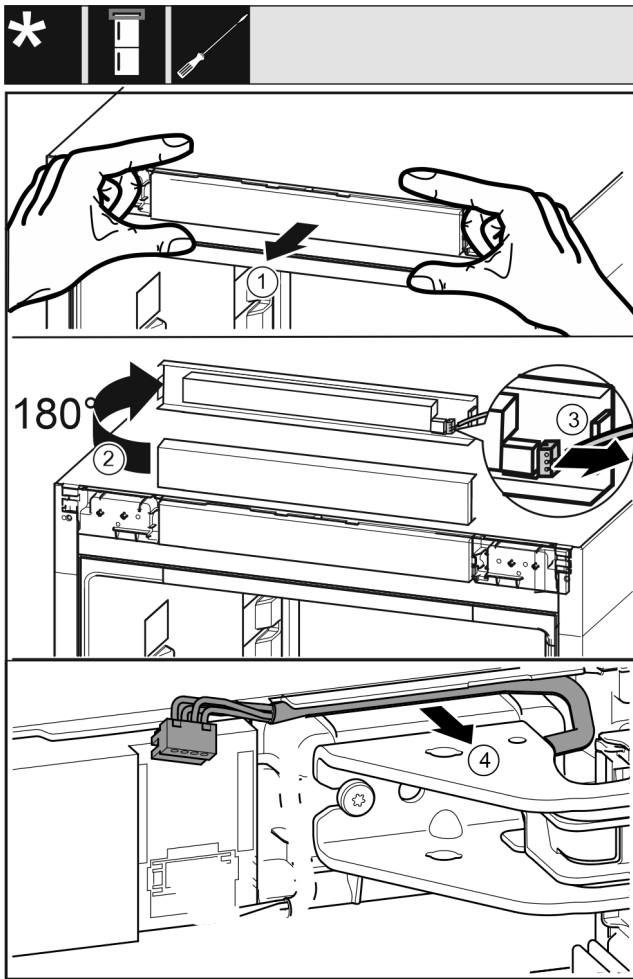

Fig. 23
- ▶ Allentare con cautela la maschera di comando Fig. 23 (1) in avanti.
- ▶ Ruotare la maschera di comando Fig. 23 (2) verso l'alto di 180°.
- ▶ Spingere il naso di arresto Fig. 23 (3) all'indietro ed estrarre con cautela la spina.
- ▶ Allentare con cautela il cavo Fig. 23 (4) dalla guida passando attraverso il blocco di supporto.